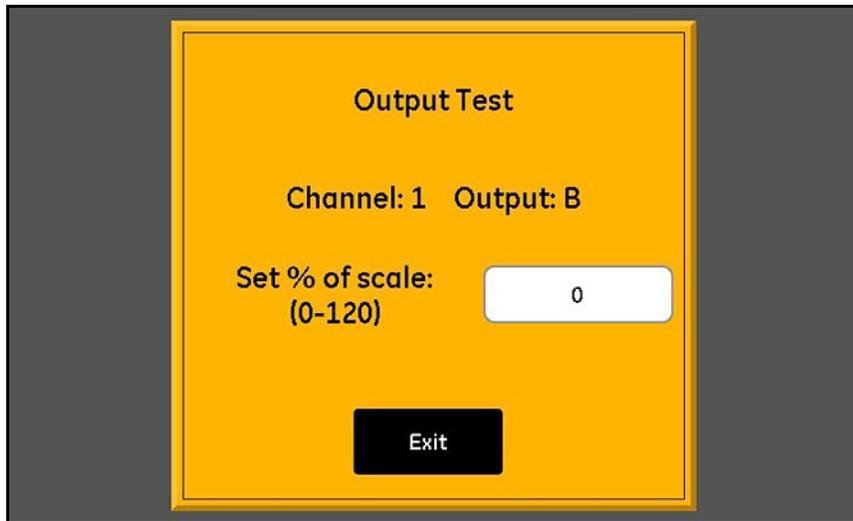

Рис. 44: Экран тестирования выхода
1. Выберите **Channel (1–6) (Канал 1–6)** и **Output (Выход) (А или В)** для тестирования, а затем нажмите **Test (Тестировать)**, при этом должен открыться экран, аналогичный представленному на *Рис. 44* ниже.